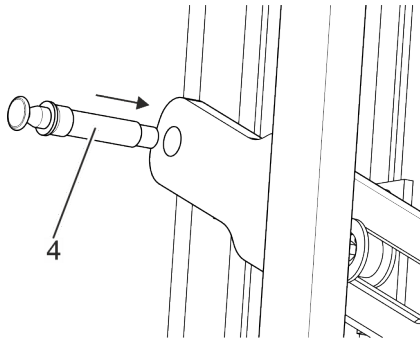

Abb. 11: Steckbolzen in Bügel
- 5.** ➔ Bügel seitlich mit Steckbolzen (Abb. 11/4) am Innenrahmen fixieren.